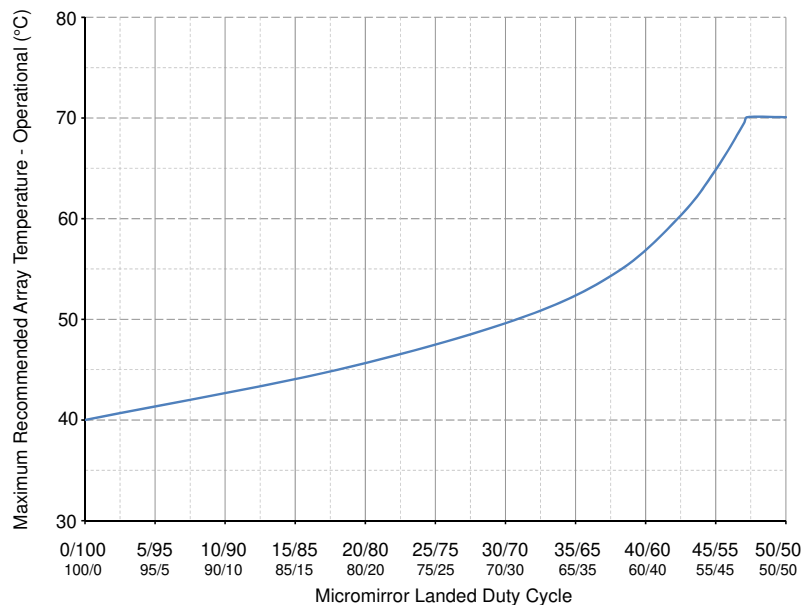
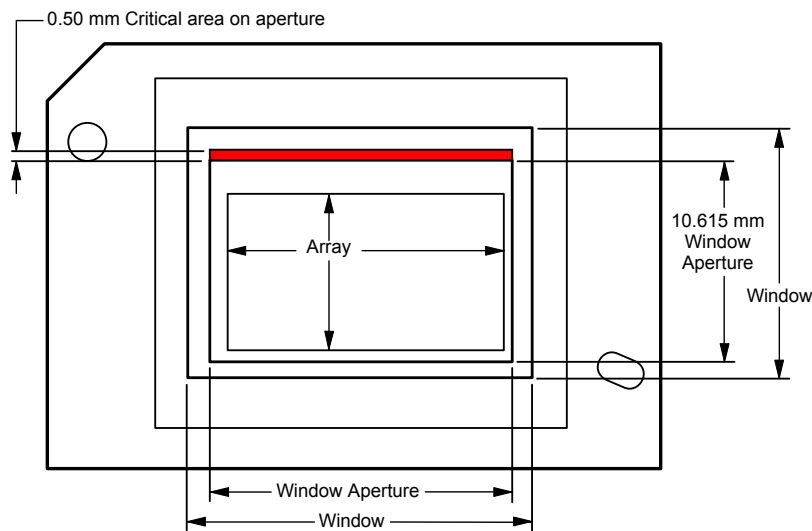

図 5-1. 推奨最大アレイ温度—ディレーティング曲線
図 5-2. イルミネーション オーバーフィル ダイアグラム - クリティカル エリア
- (12) 図 5-1 に従って、最大動作アレイ温度は、最終アプリケーションにおいて DMD が受けるマイクロミラーの着地デューティ サイクルに基づいてデレーティングする必要があります。マイクロミラーのランデッド デューティ サイクルの定義については、「マイクロミラーのランデッド デューティ サイクル」を参照してください。
- (13) 長期は、デバイスの使用可能寿命と定義されます。
- (14) 短期は、デバイスの有効寿命全体にわたる合計累積時間です。
- (15) デバイスが「高温の露点温度範囲」にない経時的な平均値 (保存や動作を含む)。
- (16) 保存時および動作時の高温範囲で露点温度への曝露は、CT_{ELR} の合計累積時間未満に制限する必要があります。
- (17) DMD のアクティブ領域は、DMD デバイス アセンブリの構造を通常の視界から覆い隠す、DMD ウィンドウ面の内側にある開口部で囲まれています。開口部は、いくつかの光学条件を想定した大きさになっています。アクティブ アレイの外側を照らすオーバーフィル光は散乱し、DMD を使用する最終アプリケーションの性能に悪影響を及ぼす可能性があります。照明光学システムは、アクティブ アレイから外側に入射する光束を最小限に抑えるように設計する必要があります。システムの光学アーキテクチャとアセンブリ許容誤差によっては、アクティブ アレイの外側のオーバーフィル光量がシステム性能の劣化を引き起こす可能性があります。
- (18) 図 5-2 の赤い領域に適用されます